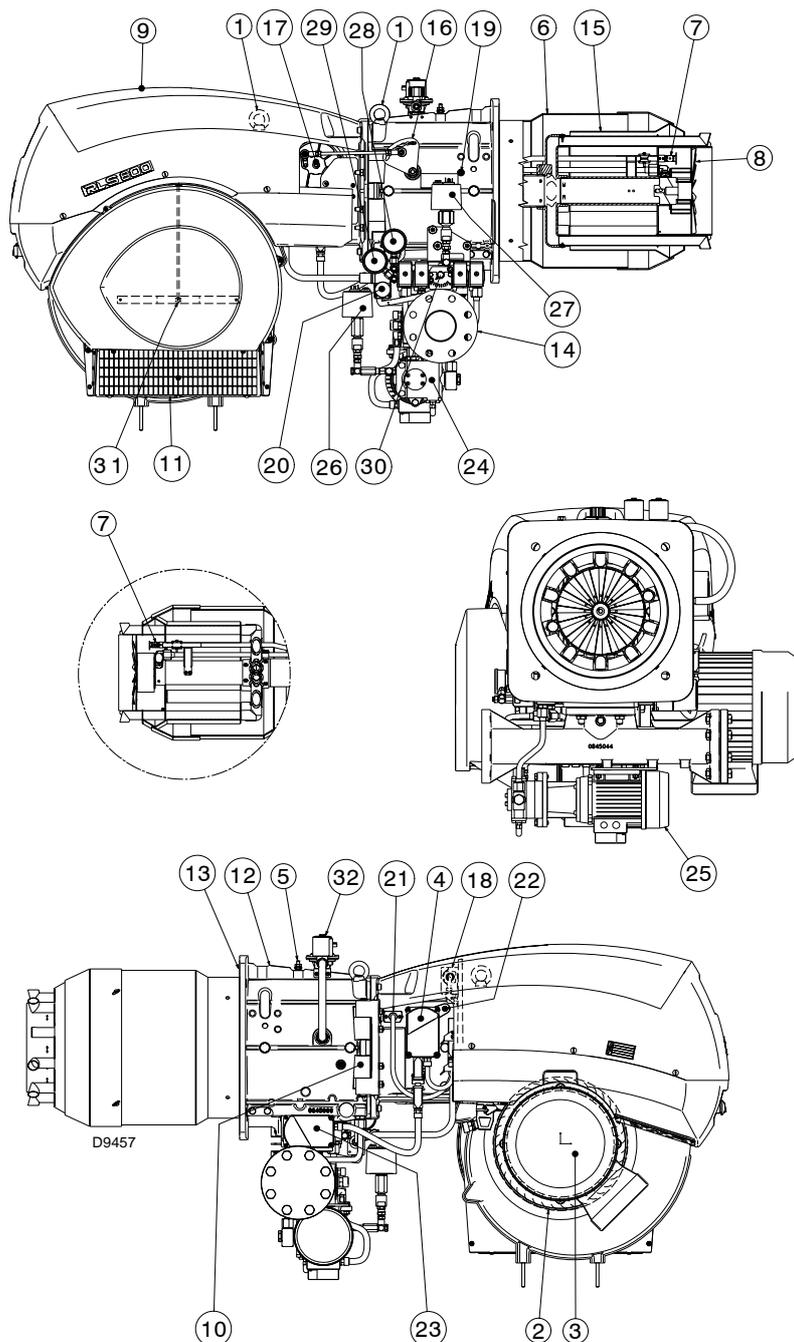

Fig. 5
(2) Pressione alla presa 5)(Fig. 5) con pressione zero in camera di combustione ed alla potenza massima del bruciatore.
(3) Test di emissioni sonore effettuati secondo la normativa EN 15036-1 con accuratezza di misura $\sigma = \pm 1,5$ dB, nel laboratorio di combustione del costruttore con bruciatore funzionante su caldaia di prova alla massima potenza.